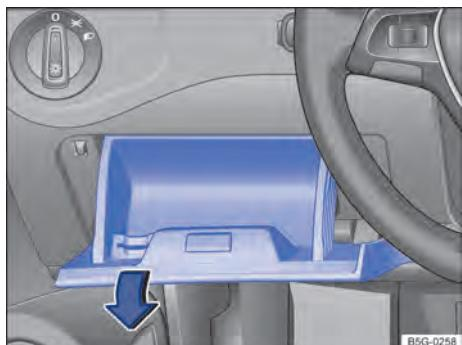

Fig. 216 À esquerda do volante: cobertura da caixa de fusíveis no painel de instrumentos.
- Abrir o porta-objetos do lado do condutor e puxar com força no lado esquerdo no sentido da seta ⇒ Fig. 216. Para isto, poderá ser necessário um esforço maior.